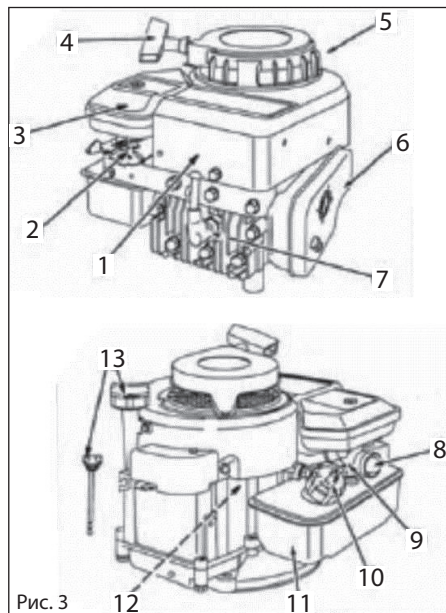

Рис. 3
Основным элементом газонокосилки является 4-х тактный двигатель внутреннего сгорания (Рис.3), с вертикальной осью коленвала и его основные части: (2)- рычаг дросселя; (3)- фильтр воздушный; (4)- стартер ручной; (5)- защитный кожух; (6)- глуши-
тель; (7) - свеча зажигания; (8)- кнопка топливного насоса; (9)- карбюратор; (10)- пробка бензобака; (11)- бензобак; (12)- корпус двигателя; (13)- маслоналивная горловина, см. рис. 3.